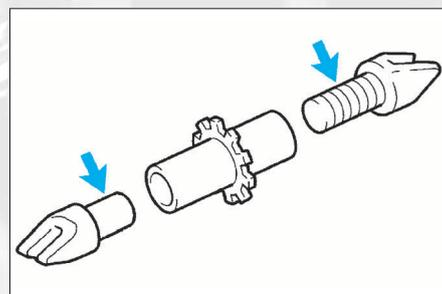

FIG. 17
- les différentes pièces de réglage (fig. 17).